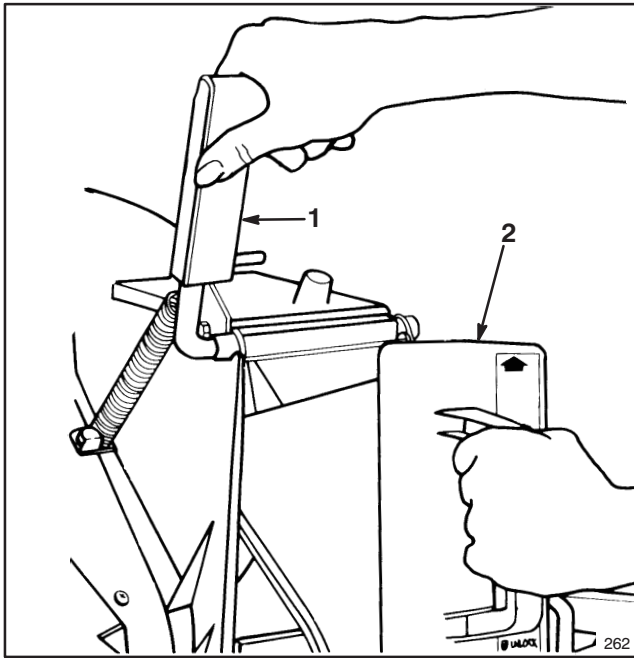

Abbildung 3
2. Auswurfklappe öffnen durch Ziehen des Griffes nach vorne und Bewegen der Klappe nach hinten (Abb.3). Griff der Auswurfklappe festhalten, um zu verhindern, daß sich die federbelastete Klappe schließt, während der Mulcheinsatz eingesetzt wird.
3. Da der Mulcheinsatz etwas breiter als die Öffnung des Auswurfkanals ist, muß der Einsatz beim Installieren etwas im Uhrzeigersinn gedreht werden (Abb. 3). Sicherstellen, daß der Pfeil auf dem Mulcheinsatz-Aufkleber nach oben zeigt.